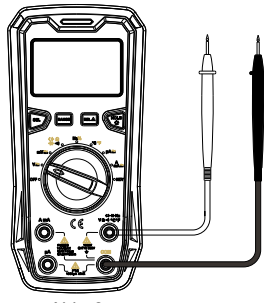

Abb. 2
1. AC/DC Spannungsmessung (Abbildung 2)
2. Kontinuitätstest (Abbildung 2)
3. Resistance Measurement (Figure 2)
4. Diodentest (Abbildung 2)
5. Kapazitätsmessung (Abbildung 2)
6. Frequenzmessung (Abbildung 2)
7. Messung des Arbeitszyklus (Abbildung 2)